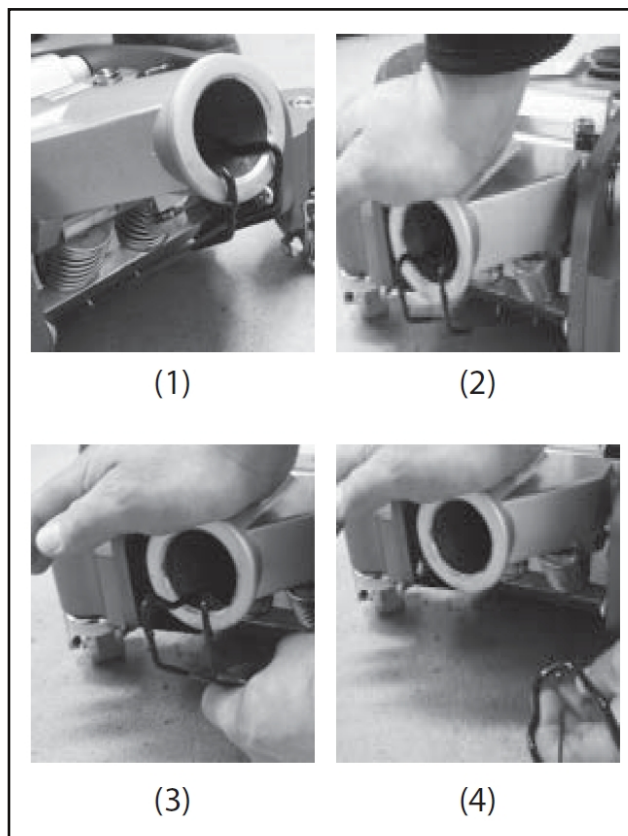

Fig. 02
2. Entfernen Sie die Transportsicherung an der Hebelaufnahme. (Fig.02). Drücken Sie hierfür die Hebelaufnahme nach unten (1/2) und entnehmen Sie die Sicherung (3/4).